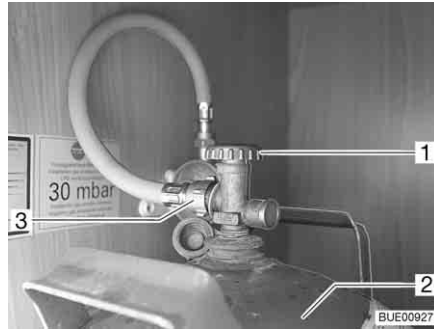

Fig. 108 Compartiment à gaz
- Fermer le robinet principal (Fig. 108,1) de la bouteille de gaz (Fig. 108,2). Observer le sens de la flèche.
- Dévisser à la main la lyre (Fig. 108,3) de la bouteille de gaz (filetage à gauche).